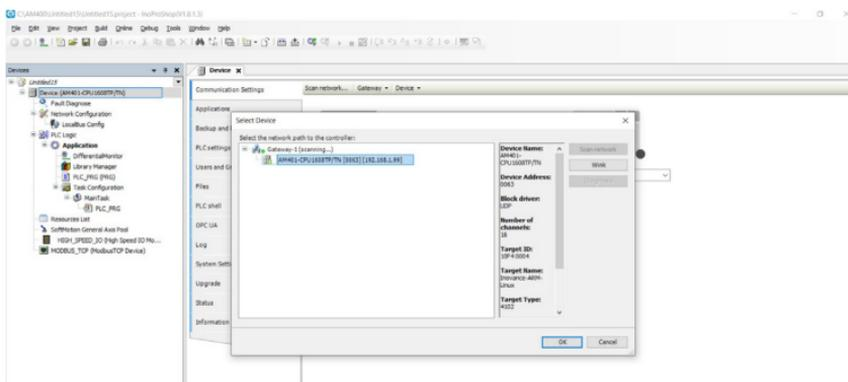

Рисунок 6.4 – Подключение к ПЛК
3) Подключитесь к контроллеру при помощи кнопки меню «Scan network», появится окно «Select device» (рис. 6.4). Выберите ПЛК и нажмите «ОК».